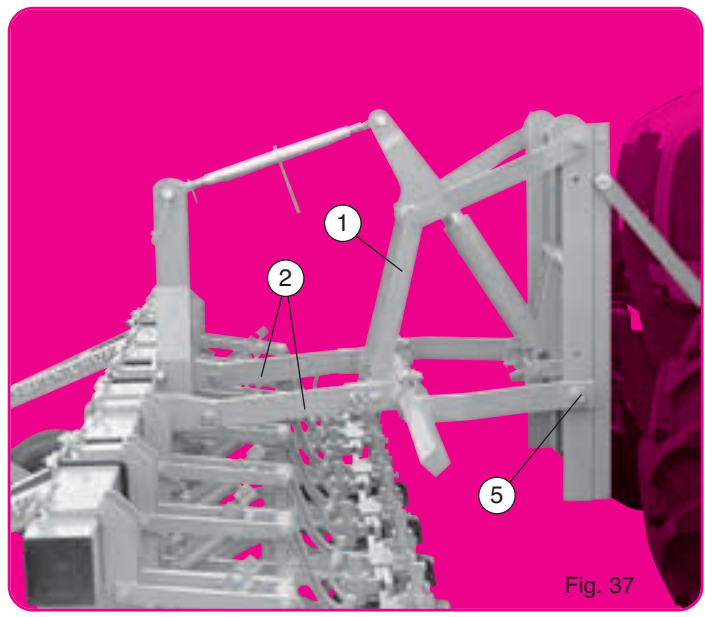

Fig. 37
Placer les bras de poussée ❷ Fig. 37 le plus écarté possible, brides avec articulation libre à l'avant. Aucun réglage n'est à faire sur ce châssis en dehors du 3ème point et de la hauteur des roues pneu.
Position the lift arms ❷ Fig. 37 as far apart possible to allow for free front articulation.
Collocare i bracci di spinta ❷ Fig. 37 il più lontano possibile, flange con articolazione libera nella parte anteriore. Nessuna regolazione è necessaria su questo telaio, salvo il terzo punto e l'altezza delle ruote pneumatici.